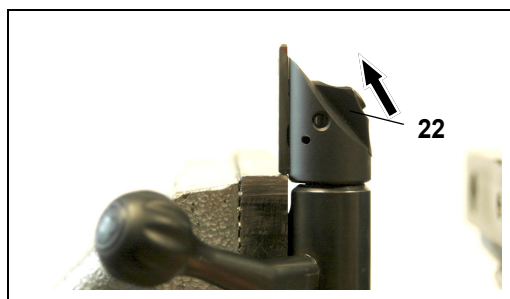

Abb. 6 // Sicherungsschieber zurückziehen
2. Sicherungsschieber nach hinten ziehen (Position "gesichert", rotes Signalfeld nicht sichtbar) (Abb. 6 //).